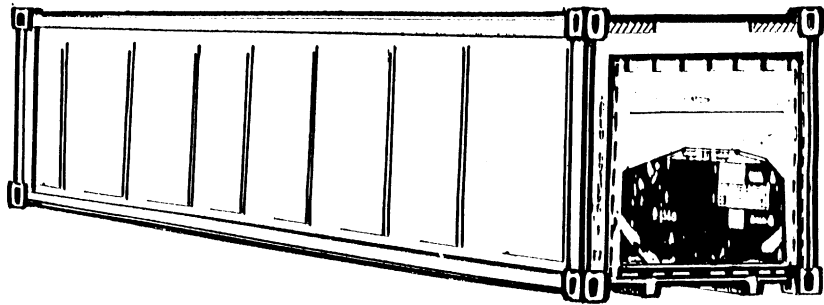

Рис. 1. Изотермический контейнер
1.1.1. Изотермические (рефрижераторные) крупнотоннажные контейнеры (КК) используются для транспортировки скоропортящихся грузов (фруктов, овощей, мяса, молочных продуктов, птицы, рыбы, морепродуктов и т.п.), требующих поддержания определенной температуры (иногда и влажности) при перевозке (Рис. 1).